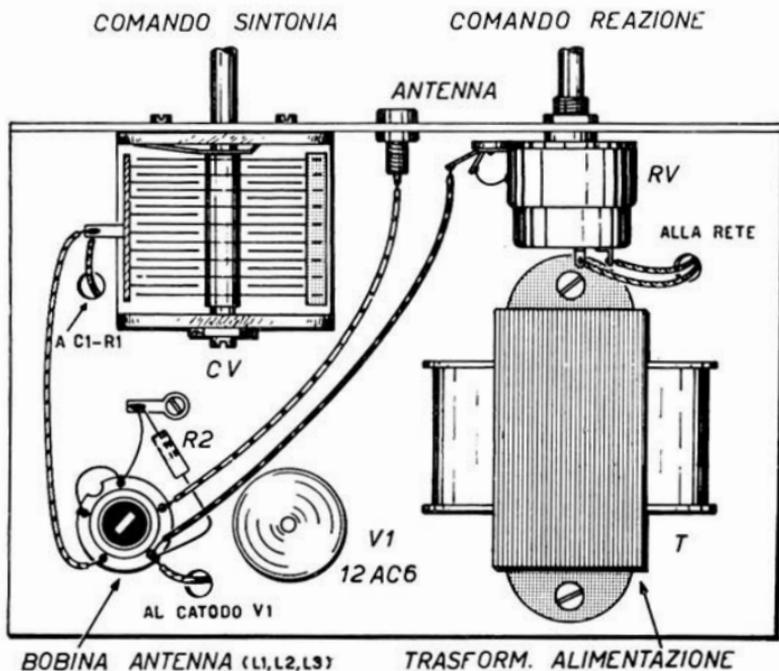

Fig. 14.8. - Componenti e collegamenti sopra il telaio.
125, 160 e 220 volt, e un secondario per 6, 8, 10 e 12 volt. Del secondario sono stati usati i collegamenti bianco e marrone (12 volt). Lo si vede in fig. 14.8. È facilmente reperibile.
smaltato da 0,3 mm. Anche la bobina è posta sopra il telaietto, come indicato in fig. 14.8.
Il condensatore variabile (CV) è del tipo ad aria, della capacità di circa 350 picofarad. Lo si vede bene in fig. 14.8. Può venir usato un condensatore variabile da ricambio; in tal caso è a due sezioni; esse vanno riunite insieme, in modo che la capacità complessiva risulti di circa 350 pF, come detto. Si può usare un condensatore variabile doppio, da apparecchi a transistor.